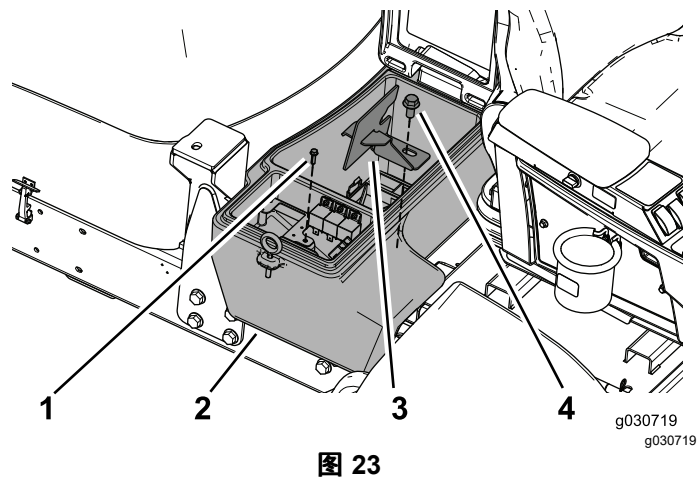

图 23
5. 用螺丝将加强板固定到机器并用螺栓 $\frac{1}{2}$ x 1 英寸将电池盒夹和电池盒固定到机器上图 23。